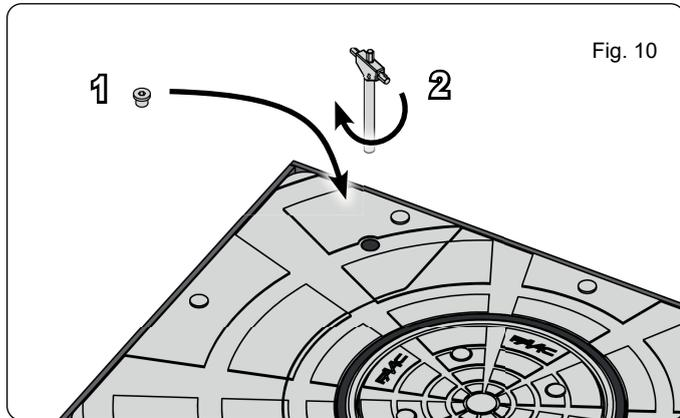

Fig. 10
2. Tourner en sens horaire jusqu'à la butée (fig. 10 réf.1).
3. Revisser la vis de fermeture située sur la tête de la borne (fig. 10 réf.2).